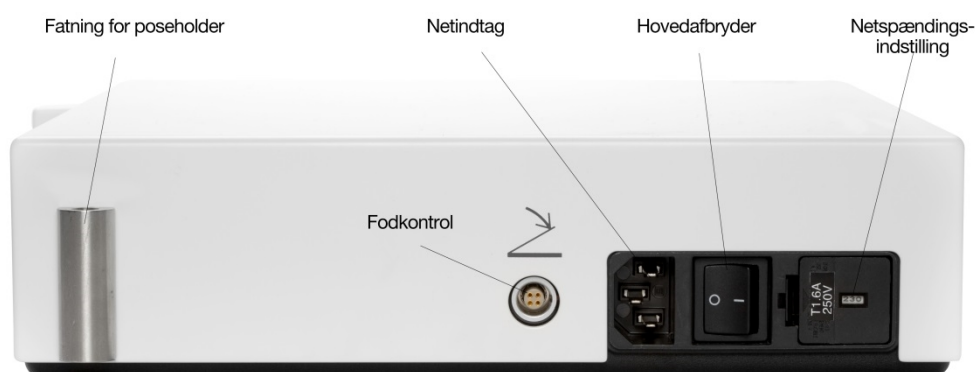

Fig. 1
Kontroller først, at Deres enhed er indstillet til en netspænding på 230V - se Fig.1. Kontakt Deres forhandler, hvis dette ikke skulle være tilfældet.
1. Forbind netledningen med netindtaget på kontrolboxens bagside (Fig. 1) og tilslut en stikkontakt med passende jordforbindelse.
2. Tilslut fodkontrollen ved at indsætte kabelstikket i fatningen på kontrolboxens bagside (Fig. 1).
3. Indsæt poseholderen i fatningen på kontrolboxens bagsiden (Fig. 1).